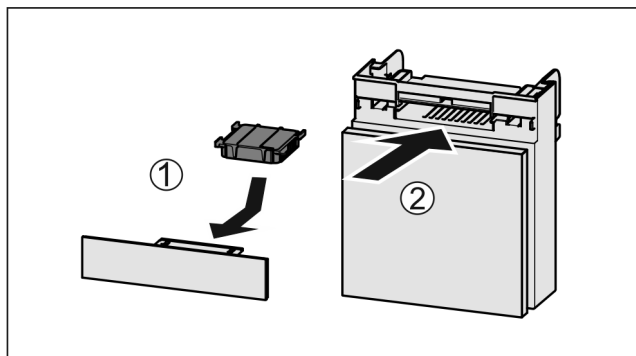

Fig. 158
- ▶ Introduzca el compartimiento Fig. 158 (2).